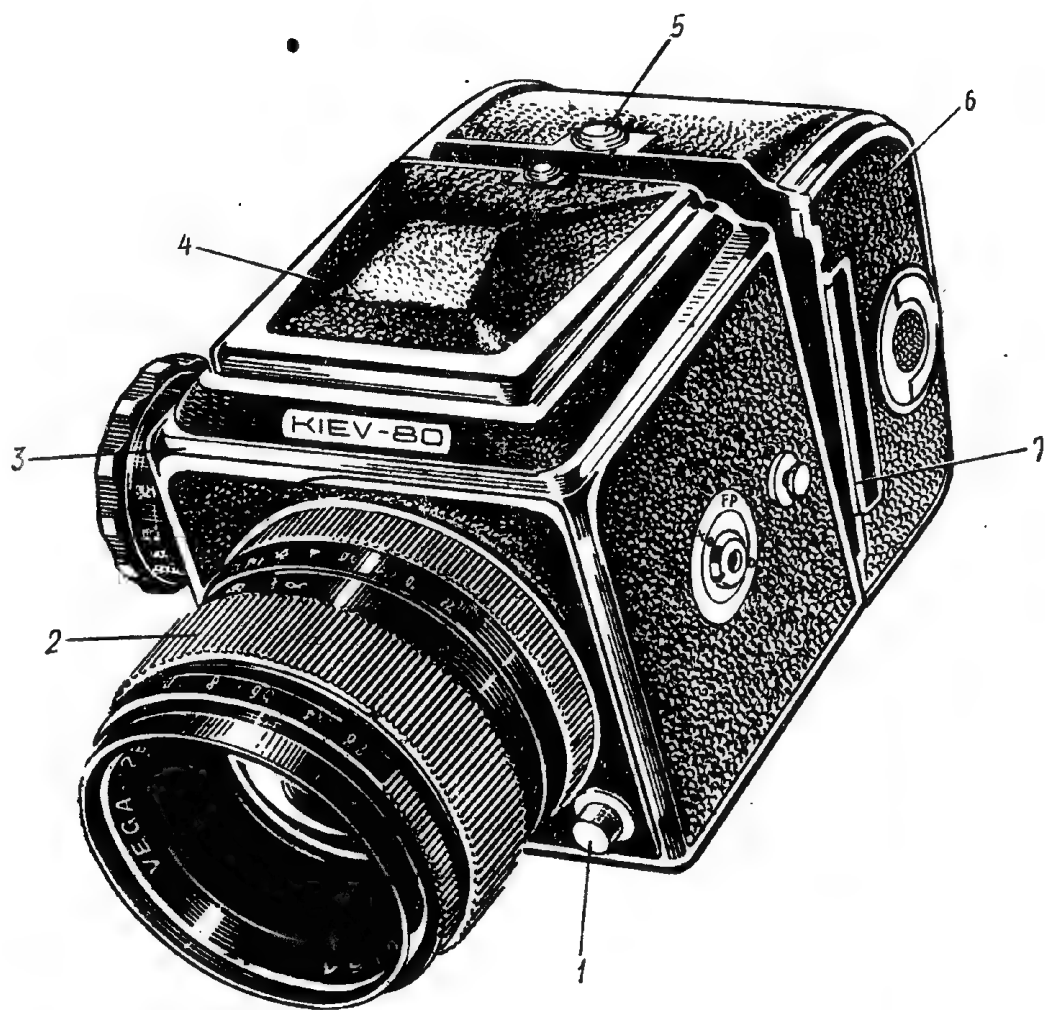
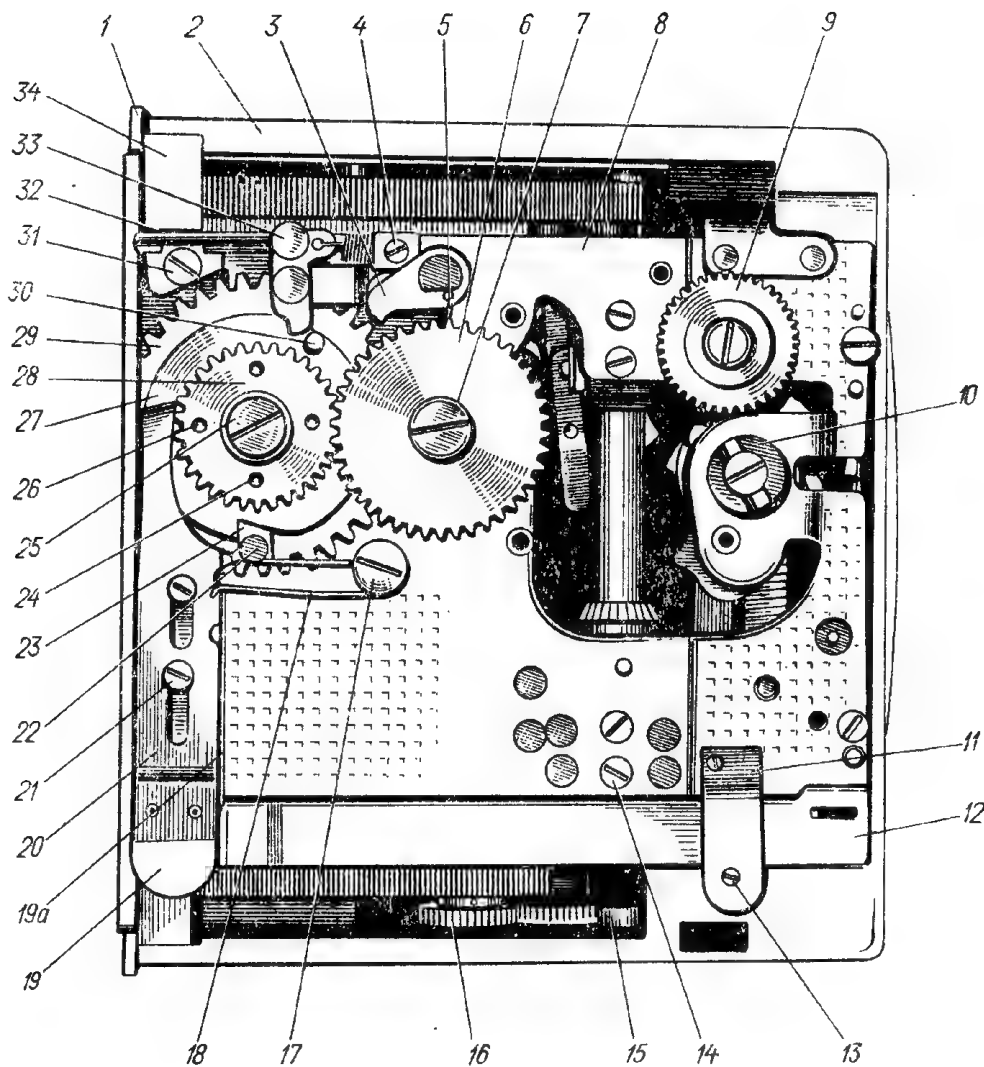

Рис. 1. Общий вид фотоаппарата «Киев-80»:
Рис. 14. Затвор со снятой заводной головкой:
6.6.7. Установить корпус 2 затвора (рис. 14) в корпус 3 фотоаппарата (рис. 1). Перед установкой затвора необходимо с корпуса затвора снять заводную головку согласно п.4.1.9.
6.7.1. Проверить в корпусе 3 (рис. 1) плоскостность торца базовой поверхности. Корпус, установленный на плитку 7030-8128, не должен иметь качки, при необходимости ее устранить.
Установить корпус затвора в корпус камеры так, чтобы он дошел до упора, при этом рамка 1 (рис. 14) должна быть заподлицо с поверхностью торца корпуса, допустимое утопание не более 0,1 мм. Регулировку производить шайбами 8.680.876, прокладывая их между корпусами затвора и камеры.
6.10.1. Проверить в камере размер $78,6 \pm 0,02$ мм от опорной поверхности кольца 2 (рис. 5) до базовой поверхности корпуса 3 (рис. 1). Между поверхностями параллельность по размеру $78,6 \pm 0,02$ мм должна быть не более 0,02 мм. Замер производить на приспособлении индикаторном 8701-4534, выставляя его по эталону 8431-4683 на размер 78,6 мм. Регулировать прокладками согласно п.6.9.1.
Проверить рабочий отрезок фотоаппарата, он должен быть равен размеру $82,1 \pm 0,04$ мм от торца опорного кольца 2 (рис. 5) до верхней плоскости прижимной планки 6 (рис. 24), прижатой к роликам 2. Замер производить индикаторным калибром 8701-4484, выставив размер 82,1 мм по эталону 8431-4400. Проверку рабочего отрезка производить на выдержке «В» с полностью открытым кадровым окном и вынутым из кассеты шибером 7 (рис. 1).
6.13.3. Установить на фотоаппарат визирное устройство 4 (рис. 1) и объектив 2.
6.14.1. Проверить фотоаппарат на светонепроницаемость. Зарядить кассету пленкой, вынуть шибер 7 (рис. 1), полностью от-